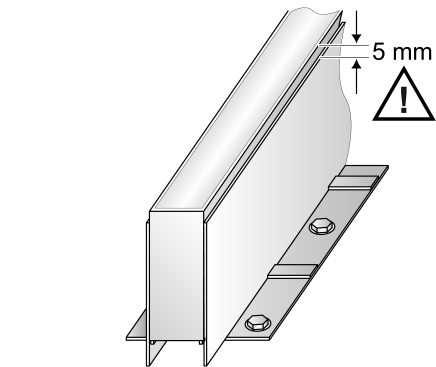

Bild 2: Eingesetzte Leuchte
- i** Die eingesetzte Leuchte ragt 5 mm über die Rahmenoberkante hinaus (Bild 2). Die Oberkante des Fertigfußbodens (OKFF) muss später ebenfalls 5 mm über dem Rahmen liegen.
- Anschlussleitung (2) sorgfältig in der Nut des Halteblechs (8) verlegen.
- Bodeneinbauleuchte (4) gerade in den Einbaurahmen einsetzen.
- Leuchte nach unten drücken, bis sie auf dem Halteblech (8) aufliegt und die Haltefedern (3) spürbar eingerastet sind.